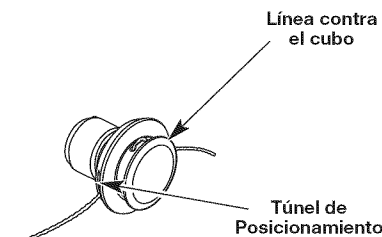

Fig. 25
5. Hale la línea y cerciórese de que la línea esté contra el cubo y que esté totalmente extendida a través de los túneles de posicionamiento (Fig. 25).